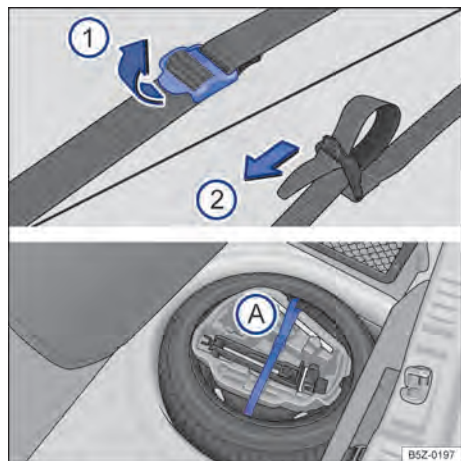

Fig. 144 No compartimento de bagagem: cinta de fixação da caixa de ferramentas e caixa de ferramentas de bordo.
- Para soltar a cinta de fixação → Fig. 144 (A), puxar a fivela no sentido da seta ①.